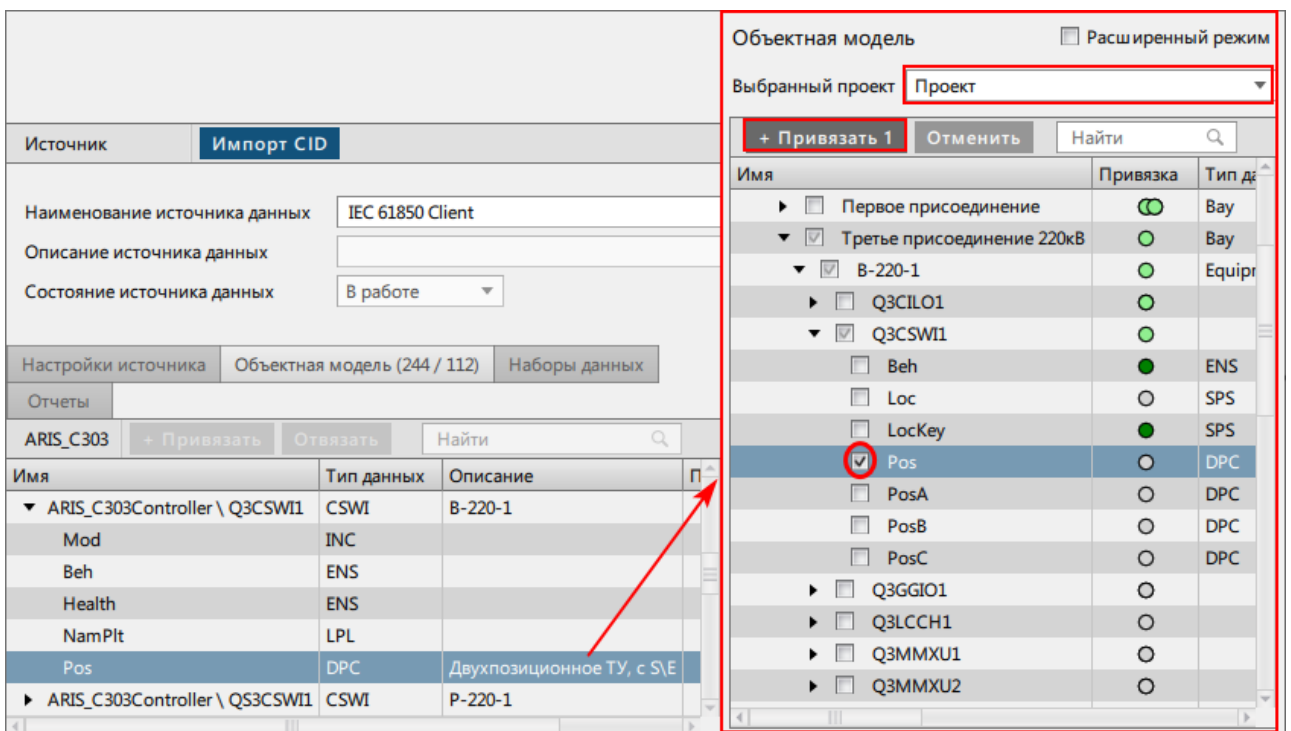

Рисунок 204 - Объектная модель
10. Нажмите + Привязать (Рисунок 204).